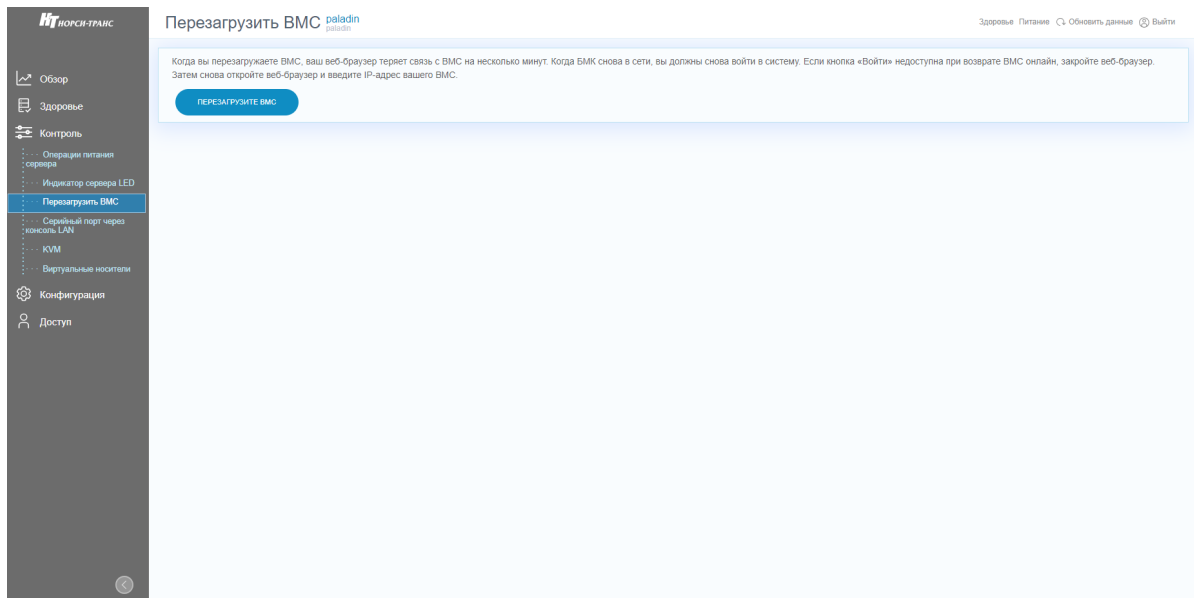

Рис. 91. Окно «Перезагрузить BMC»
- 4) Пройдите во вкладку «Контроль» → «Перезагрузить BMC» в данной вкладке осуществляется перезагрузка BMC. Нажмите на кнопку «Перезагрузить BMC» для перезагрузки BMC. Окно показано на рис. 91 Окно «Перезагрузить BMC»